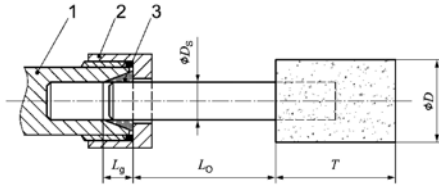

Figure 1: Longueur de serrage du mandrin et de la pince de serrage
- Veillez à tenir compte du fait que la vitesse de rotation autorisée pour les petites meules doit être abaissée en raison de l'augmentation de la longueur de la tige entre le bout de la pince de serrage et la petite meule (surplomb). Il faut s'assurer que la longueur minimale de serrage de 10 mm soit respectée. (voir figure 1 et les recommandations du fabricant de petites meules).